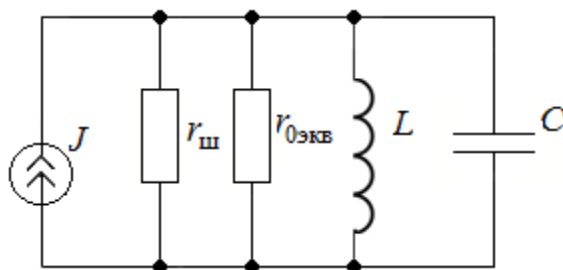

Рис. 172
8) внутреннее сопротивление подключенного к контуру (рис. 172) источника $r_{\text{ш}}$ (сопротивление шунта) ухудшает добротность контура, т. к. ухудшенная добротность